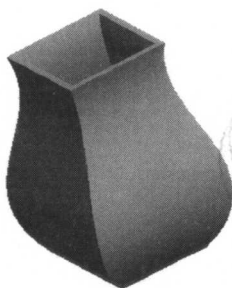

图 1-31
(4) 选择【插入】|【壳】选项，选择顶面，输入壳的厚度为 3，结果如图 1-31 所示。